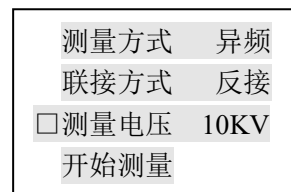

图 6 测量电压
③ 按“ENT”键，光标进入“联接方式  正接”，按“▲”、“▼”键，则调整为“联接方式  反接”，按“ESC”键，光标移至首位，再按“▼”键，将光标移至下一排“测量电压”前，见图 6 所示。
④ 按“ENT”键，光标进入“测量电压  0.5KV”，按“▲”、“▼”键，则可从 0.5, 1.0, 1.5, 2.0, 2.5……9.5~10KV 间调整电压。按“ESC”键，光标移至首位，再按“▼”